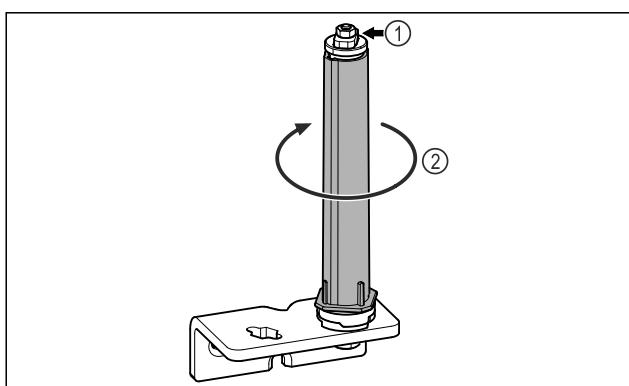

Fig. 18
- Μην αποσυναρμολογείτε το σύστημα κλεισμάτος πόρτας Fig. 18 (1).
- Περιστρέψτε το σύστημα κλεισμάτος Fig. 18 (2), μέχρι να κάνει κλικ.